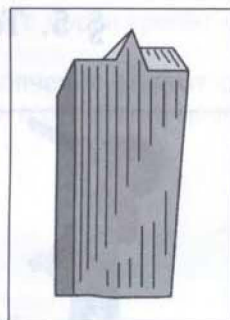

Рис. 20. Резец
4. Перед началом точения внутренней поверхности в торце просверливают отверстие на 10–15 мм меньше глубины выточки. Отверстия сверлят сверлом, установленным в пинולי задней бабки станка (рис. 20).